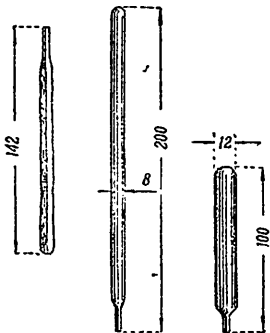

Рис. 5. Специальная спичка (налево) и ампулы (двух типов) для воспламенения смесей № 1 и № 3 (размеры в мм).
сой (рис. 5). К каждой бутылке прикрепляется
16. Стекланные ампулы (рис. 5) наполняются жидкостью, воспламеняющейся при взаимодействии с горючей смесью. Ампула